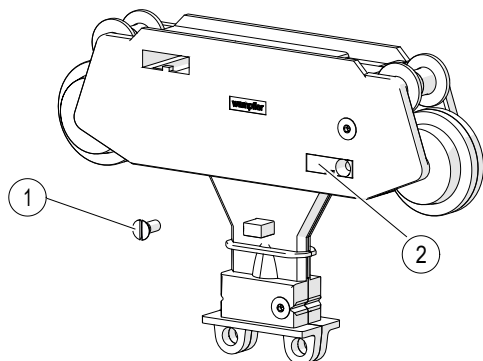

Abb. 21: Bandeinzugswagen mit Senkschraube M5x12 (1) und Mitnehmer für Bandeinzug (2)
- Die Senkschraube M5x12 (siehe Abb. 21, Pos. 1) im Bandeinzugswagen lösen.
- Die Bohrung des Strombandes auf die Bohrung des Mitnehmers für Bandeinzug (siehe Abb. 21, Pos. 2) legen.
- Das Stromband mithilfe der Senkschraube M5x12 (siehe Abb. 21, Pos. 1) mit dem Mitnehmer für Bandeinzug (siehe Abb. 21, Pos. 2) im Bandeinzugswagen verschrauben.